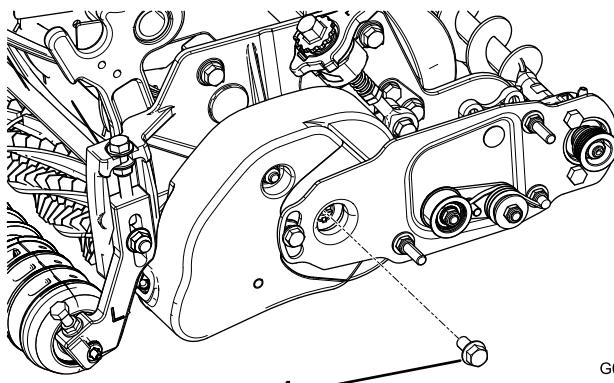

Bild 11
1. Entfernen Sie die Schraube, mit der die Groomerriemenscheibe an der Antriebswelle befestigt ist (Bild 11).